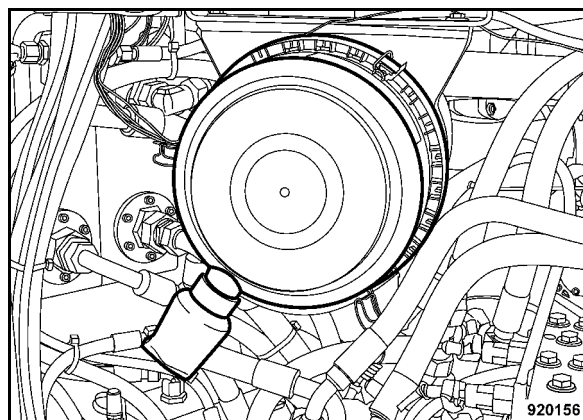

Fig. 192
- Ribaltare tre staffe di tensione per aprirle e rimuovere la calotta del filtro (Fig. 192).